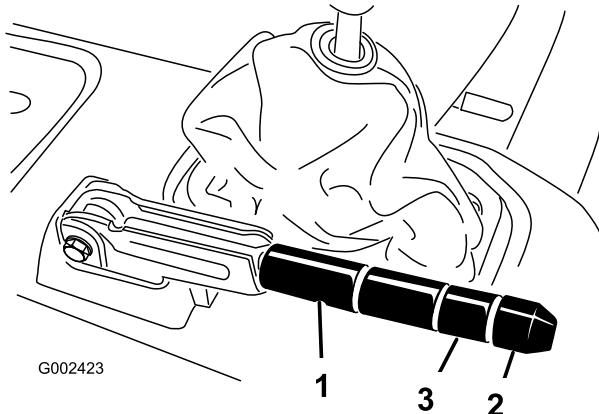

Bild 74
2. Lockern Sie die Stellschraube, mit der das Handrad am Feststellbremshebel befestigt ist (Bild 74).